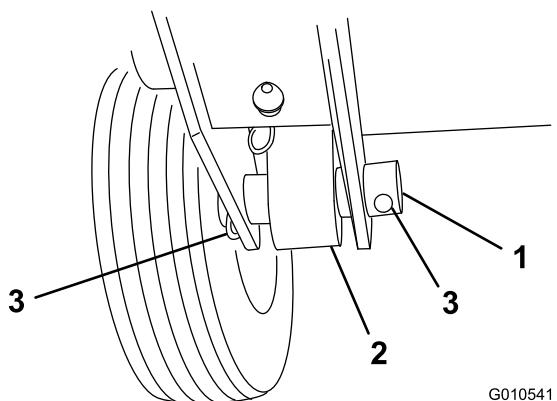

Figure 3
- Fixez l'arrière du bras de relevage au vérin de relevage au moyen d'un axe de pivot et de 2 goupilles fendues (fournies avec le groupe de déplacement) (Figure 3).